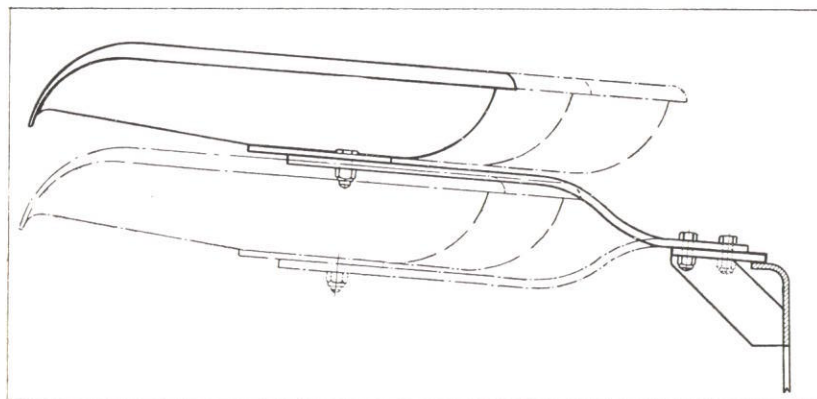

Fig. 9.
- (b) Avancer le siège du conducteur (en se servant des trous prévus à cette fin dans le support de siège). (Voir fig. 9).